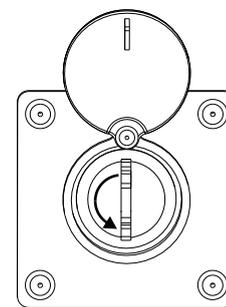

Fig.16
- Tourner la clé en sens horaire jusqu'à la serrer, (Fig 16)